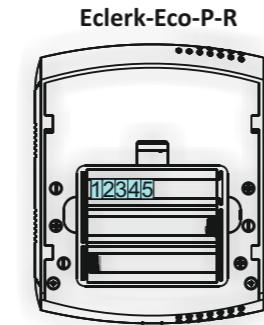

Рисунок 1 - Подключение внешних устройств к EClerk-Eco-P-R
- 5 Подключите кабель к клеммному соединителю, расположенному в батарейном отсеке измерителя (смотрите рисунок 1), предварительно выдавив перфорированное окно в кронштейне измерителя. Пример окна изображён на рисунке 3. При использовании измерителя с подключением блока питания управления нагрузками НЕ РЕКОМЕНДУЕТСЯ устанавливать в измеритель крышку батарейного отсека и батареи питания, которые рекомендованы к использованию измерителя в автономном режиме для экспресс контроля качества воздуха в различных помещениях. Для удобства подключения рекомендуется использовать кабель с цветными жилами.